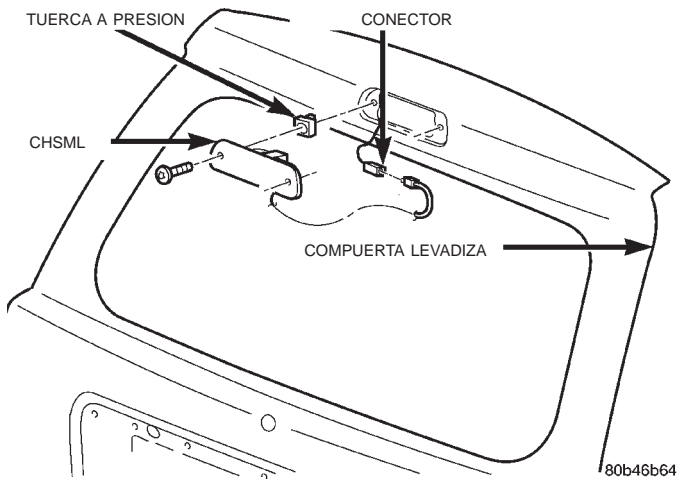

Fig. 6 Luz de stop central superior
- (1) Retire los tornillos que fijan la CHMSL en la compuerta levadiza (Fig. 6).
- (2) Desconecte los conectores del mazo de cables.
- (3) Separe el CHMSL del vehículo.